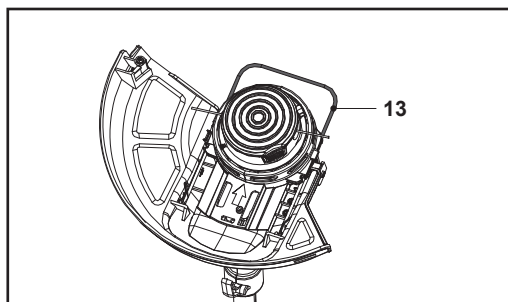

Fig. 13. Poziția de depozitare
2. Apasă scutul pentru plante (13) în interior pentru transport și depozitare (fig. 13).